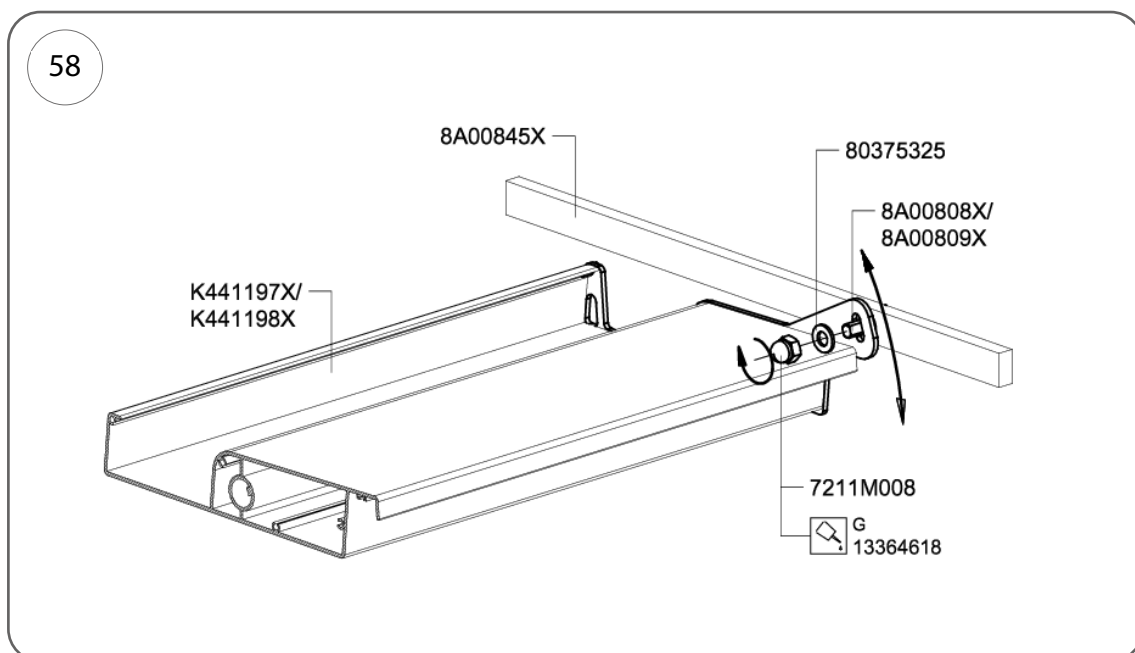

Fig. 58
4. En position complètement fermée, vérifiez que les profilés des lames s'emboîtent correctement. Corrigez toute irrégularité du toit à l'aide du système de réglage illustré à la fig. 58. Une fois le toit positionné, fixez les lames en serrant l'écrou de blocage (réf. 7211M008). Enduisez le filetage de produit d'étanchéité pour filetage, réf. 13364618.